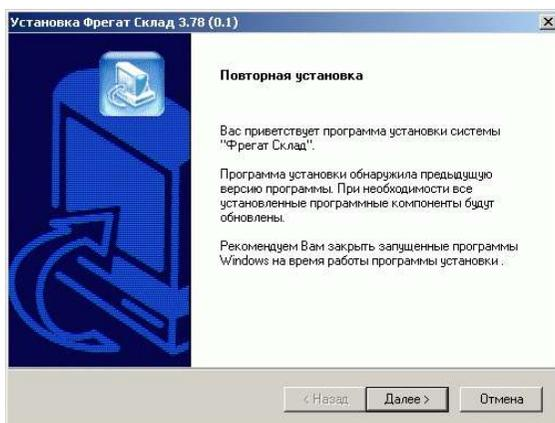

Рис. 1.8. Приглашение к повторной установке
- ▶ Выбрать в папке обновления файл setup.exe и запустить его на выполнение. На экране отобразится процесс подготовки к обновлению и затем появится приглашение начать повторную установку программы (см. Рис. 1.8).